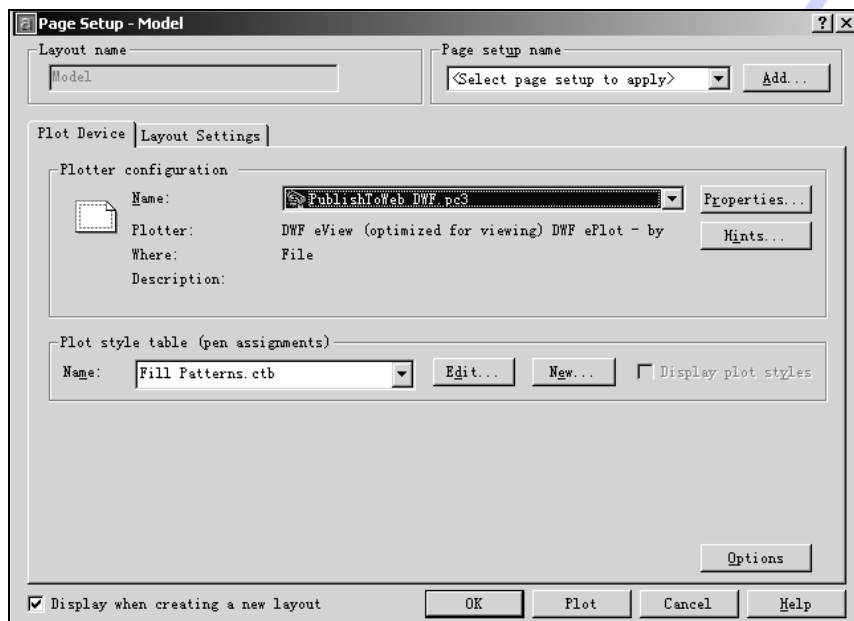

图 10-18 Page Setup 对话框
执行上述任意一种操作后，将弹出 Page Setup 对话框，如图 10-18 所示。
- (3) Plot Device 选项卡。如图 10-18 所示。通过该选项卡，用户可对打印设备和打印样式文件进行设置。现介绍该选项卡各项内容的含义：